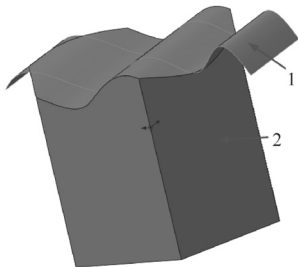
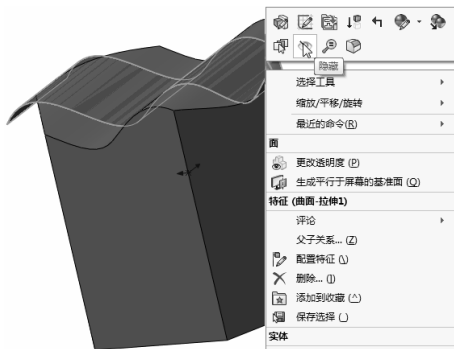
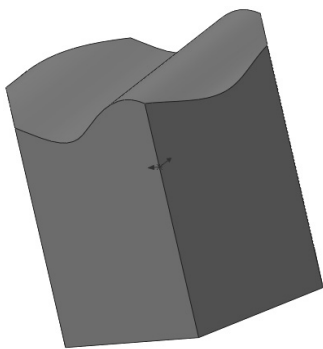

图 9-58 创建替换面
图 9-59 快捷菜单
图 9-60 隐藏目标面后的实体
3) 单击✓(确定)按钮,生成的替换面如图 9-58 所示。
4) 右击图 9-58 所示的曲面 1, 在系统弹出的快捷菜单中单击  (隐藏) 按钮, 如图 9-59 所示。隐藏目标面后的实体如图 9-60 所示。